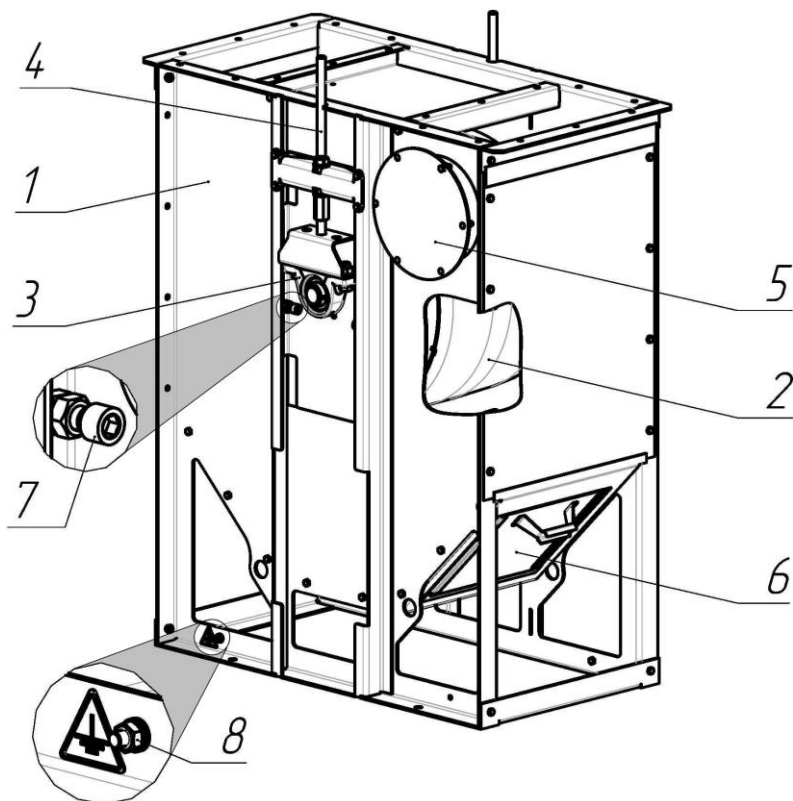

Рис.13 Станция натяжная
Станция натяжная (рис.13) состоит из корпуса 1, барабана натяжного 2 и подшипниковых опор 3. С обоих концов вала барабана натяжного расположены натяжные винты 4. На боковой поверхности корпуса расположен фланец 5 для подсоединения трубопровода системы аспирации. Внизу корпуса предусмотрен шибер 6 для очистки станции.
Место крепления шины заземления 8 указано на рис.13.
- 4) убедиться в наличии заземления. Крепление шины заземления см. на рис.13;